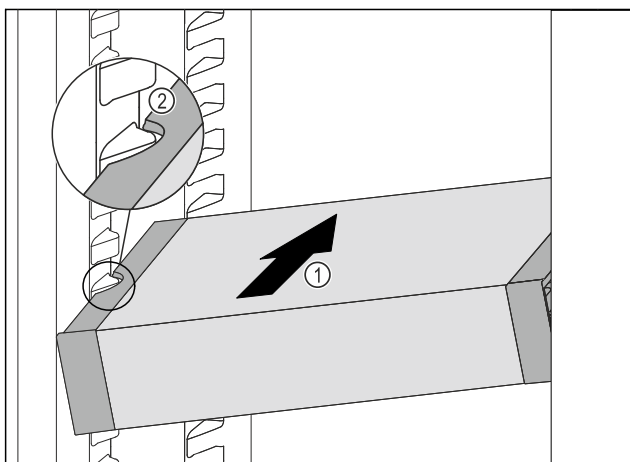

Fig. 123
- ▶ Вдвигайте VarioSafe под наклоном в холодильное отделение Fig. 123 (1), пока боковые выемки Fig. 123 (2) VarioSafe не окажутся на высоте выступа резервуара в холодильном отделении.